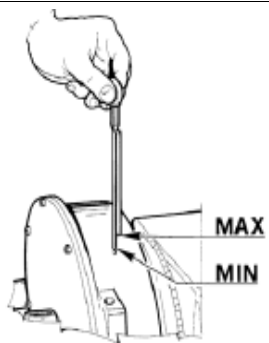

Рис. 42
2. Ежемесячно контролируйте уровень масла в редукторе (Рис. 42). Рычаг монтажного инструмента должен находиться в крайнем нижнем положении во время обслуживания.